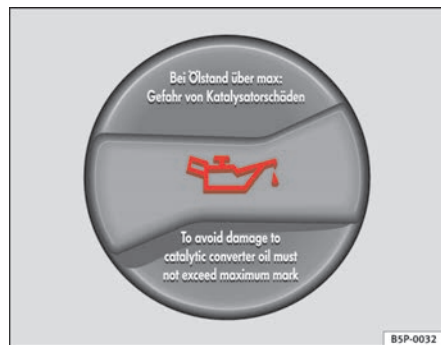

Abb. 145 Deckel der Motoröl-Einfüllöffnung im Motorraum
- Schrauben Sie den Deckel der Motoröl-Einfüllöffnung ab ⇒ **Abb. 145**.